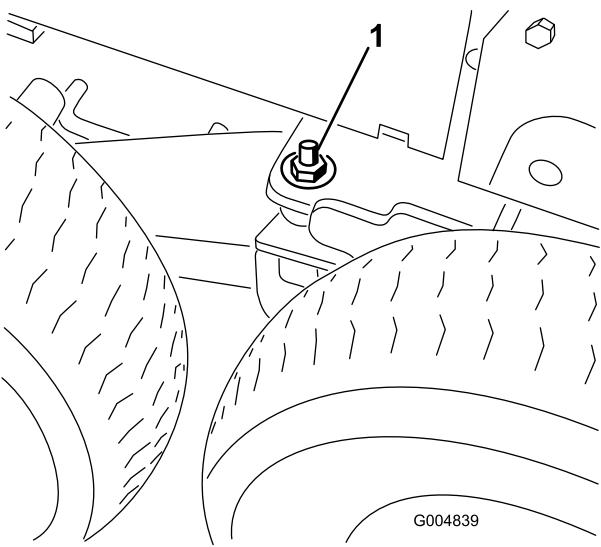

図 118
43. 各ボギーピボットのスタッドから、平ワッシャ $1/2$ インチと $1/2$ インチを取り外す 図 118。